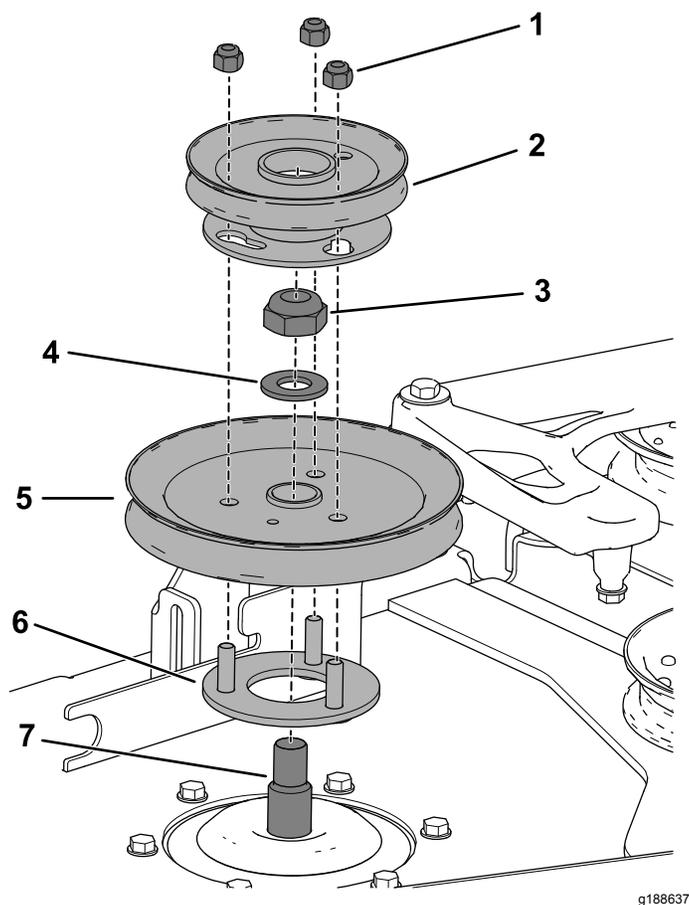

Figura 29
- A. Inserte los espárragos roscados en el soporte de la polea a través de los orificios en la polea de la carcasa (Figura 29).
- B. Utilice la contratuerca (¾") y la arandela que retiró anteriormente para fijar la polea de la carcasa al eje de cuchilla (Figura 29).
- D. Disponga la polea del soplador sobre los espárragos roscados e instale provisionalmente la contratuerca (Figura 29).